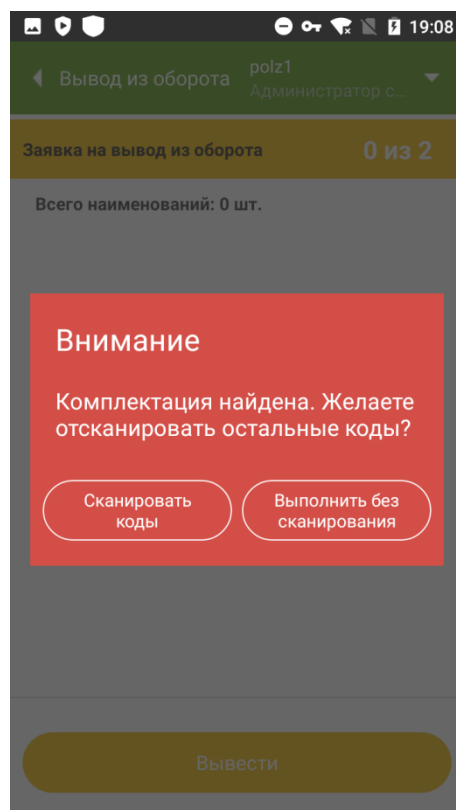

Рисунок 11.12
- 2.2.3. Если отсканированный код найден в комплектации, указанной при формировании сопроводительного документа, Система предложит отсканировать остальные коды или выполнить операцию без дальнейшего сканирования (Рисунок 11.12).